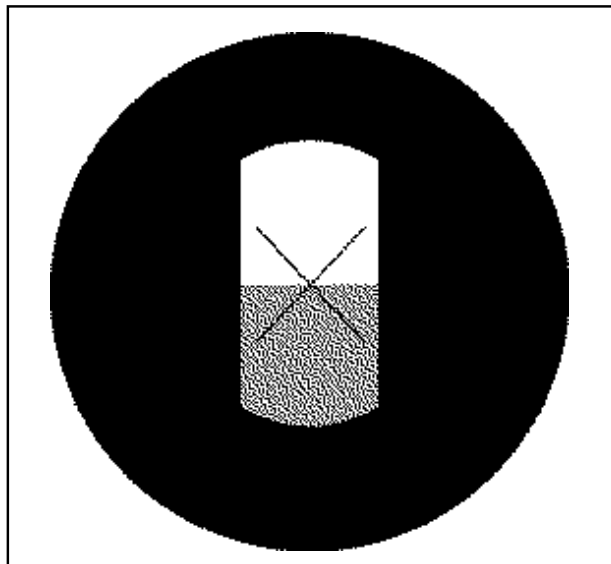

Figura 3a
9. Gire el control de ajuste para centrar la línea oscura en el retículo. La línea oscura debe estar perfectamente centrada para obtener una lectura exacta (Figura 3a).
8. Inserte la llave Allen a través del orificio de acceso al retículo en la rueda de corrección de dispersión. Ajuste el retículo hasta que la línea oscura pase a través del centro del retículo (Figura 2 y Figura 3a).